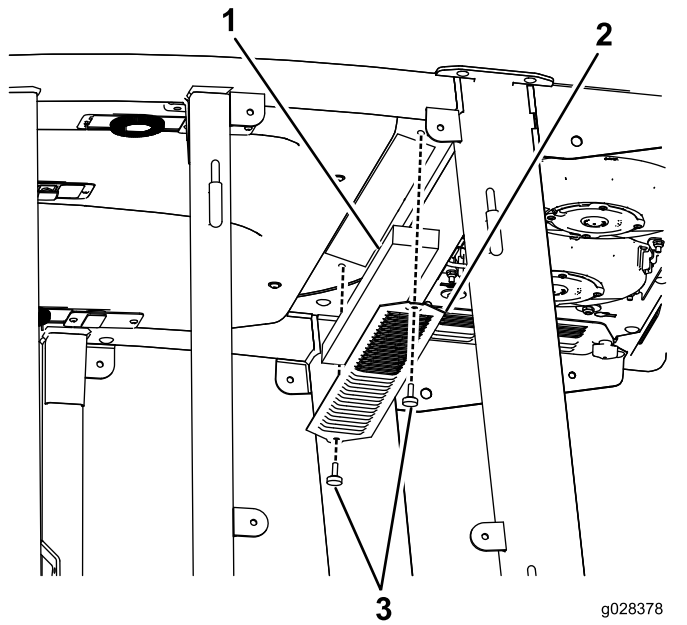
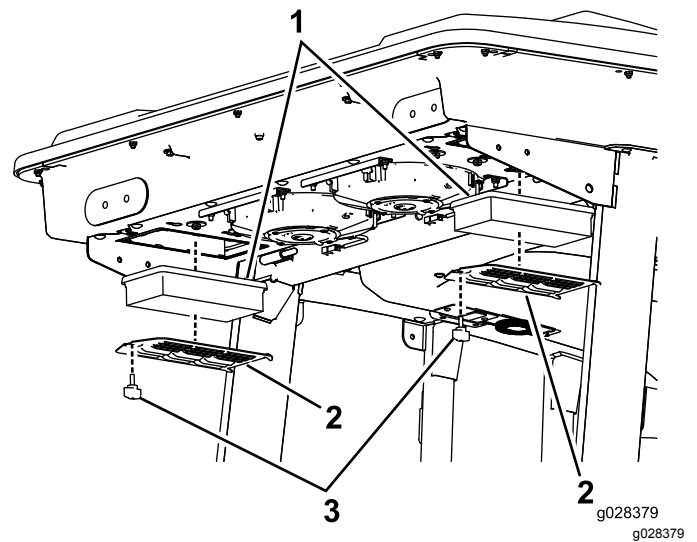
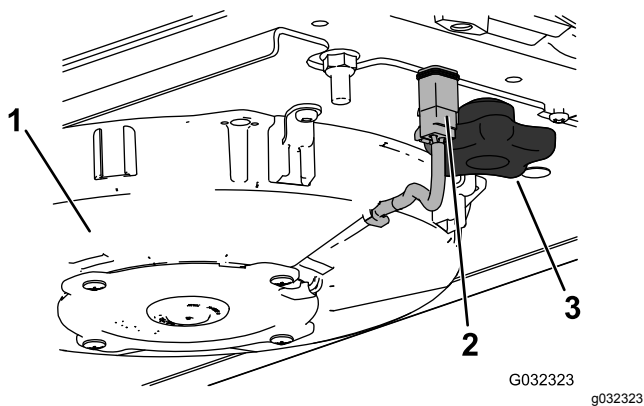
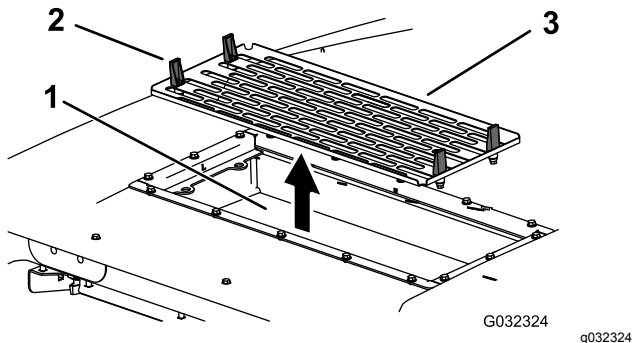

Bild 117
Bild 118
Bild 119
Bild 120
1. Nehmen Sie die Schrauben und Gitter von den internen und hinteren Kabinenluftfiltern ab (Bild 117 und Bild 118).
- 5. Entfernen Sie die Luftfilter (siehe Bild 118).
- 7. Bauen Sie Luftfilter, Gitter und Klimaanlage wieder ein (Bild 118, Bild 119 und Bild 120).
- 8. Schließen Sie das Kabel jedes Lüfters an (Bild 119).